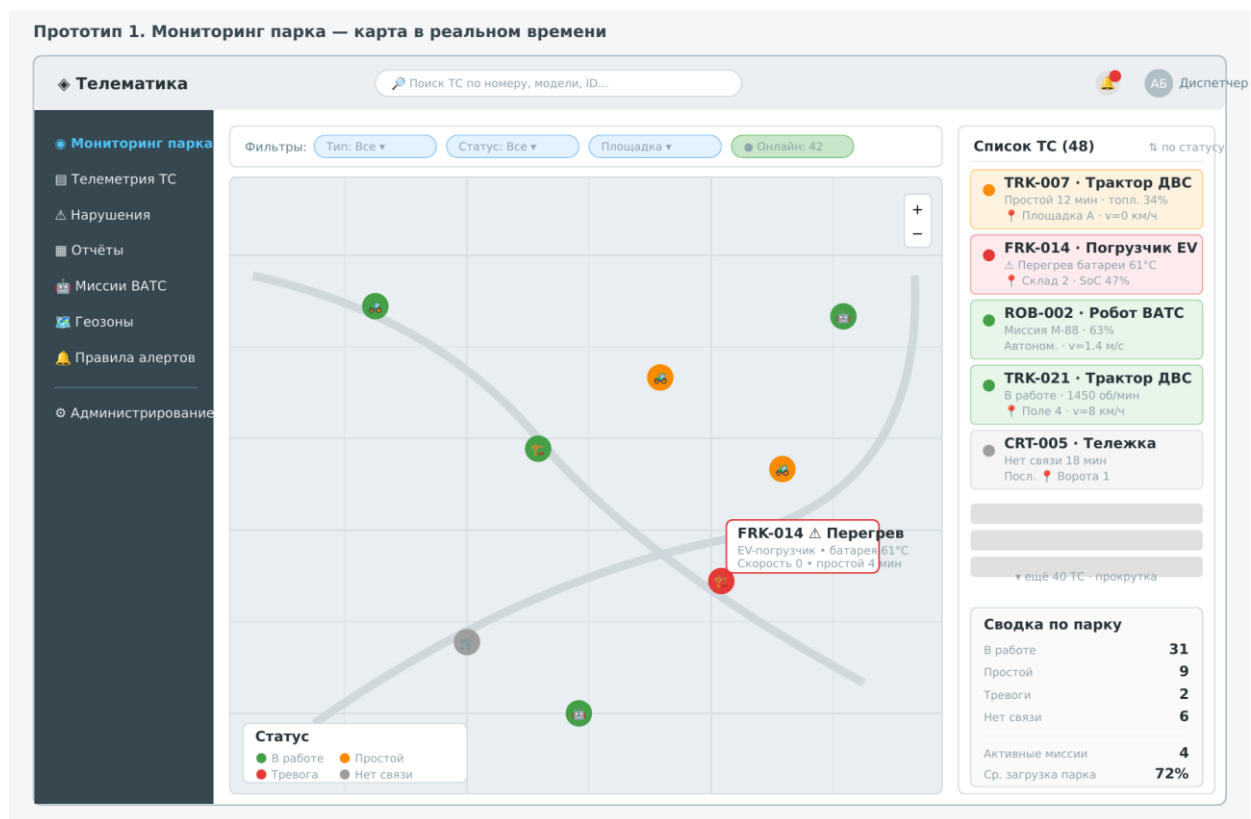

Рис. 3. Экран мониторинга: карта со статусами ТС, фильтры, список машин, сводка по парку.
- Прототипы интерфейсов (wireframes) — раздел 9 (рис. 3–6).